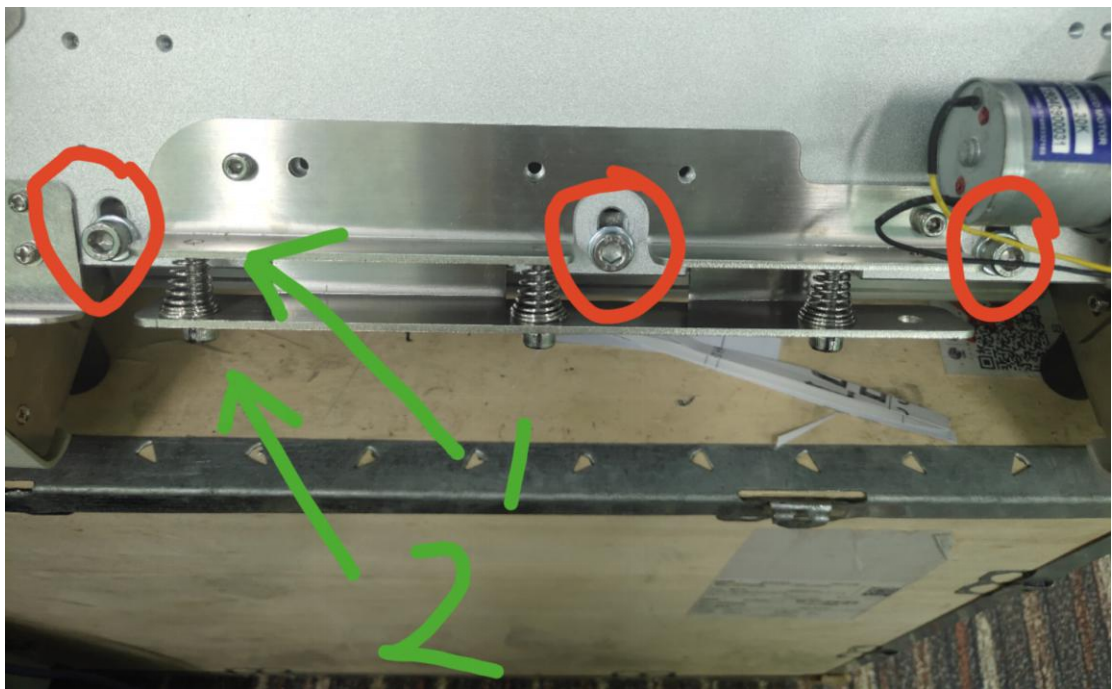

图 1.1.2
(2) 压下打印头，可以看到压点调节机构如图 1.1.2 所示，先拧松红圈中的 3 颗紧固螺丝，
(3) 再调节图中 3 颗带有弹簧的螺丝，注意图中绿色箭头标记的 1 处螺丝和钣金件齐平，绿色箭头标记的 2 处螺帽上面有黑色的标记，黑标记转一格即 0.5 圈，